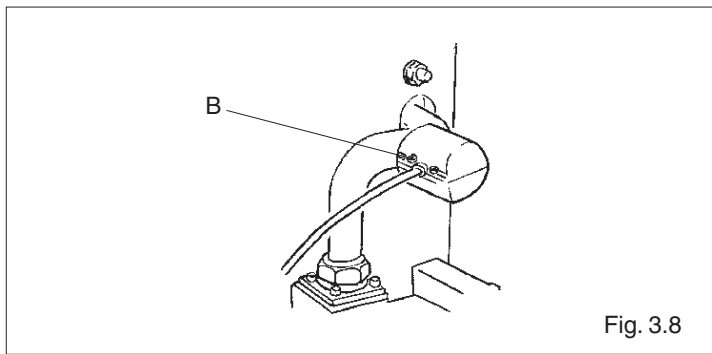

Fig. 3.8
- Togliere le viti (B) che fissano il coperchio del pressostato (fig. 3.8)